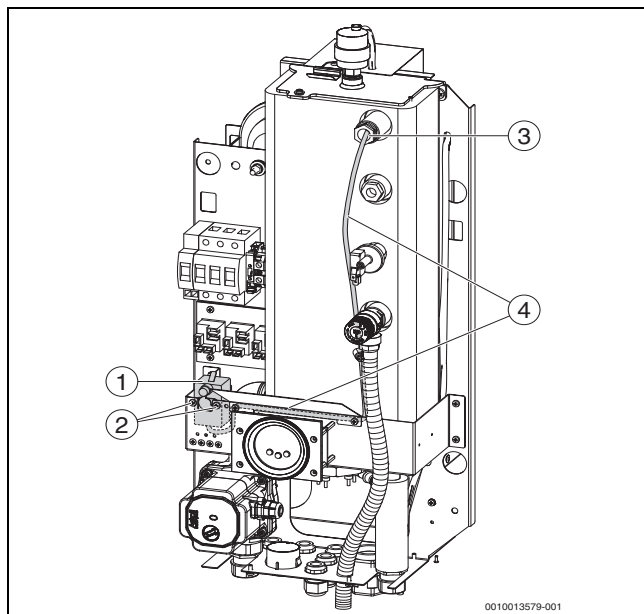

Рис. 8 Расположение предохранительного ограничителя температуры и капиллярного датчика
- ▶ Выньте фиксирующую пружину из погружной гильзы, выньте капиллярный датчик термостата, освободите капиллярную трубку из связки, отверните винты крепления старого предохранительного ограничителя температуры и выньте его. (→ рис. 8, [3, 4])